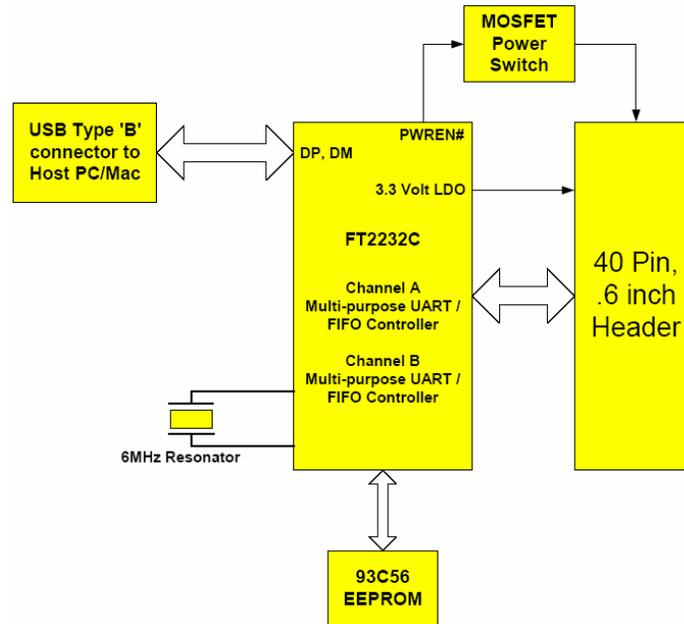

Figura 5 Diagrama a bloques
- Oscillator: El oscilador genera una entrada de referencia 6MHz al reloj. (Figura 5)